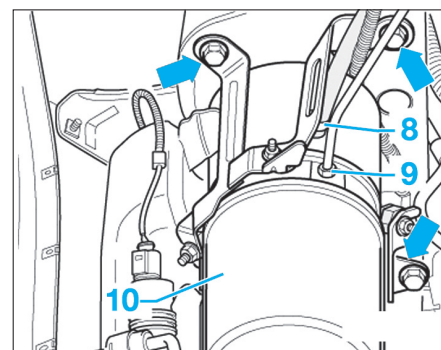

Fig. 21
- Sur tous les véhicules, ouvrir le collier à lame-resort de la conduite de retour (8) et débrancher la conduite de retour de l'ajutage du groupe (Fig.21).
- Dévisser la conduite de pression (9) du groupe (10).
- Dévisser les vis (flèches) et extraire légèrement le groupe en même temps que le support (Fig.21).